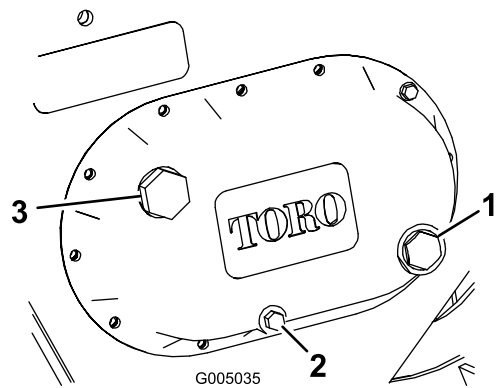

Figura 14
3. Compruebe la mirilla de vidrio transparente situada en el costado de la caja de engranajes (Figura 14).
4. Si el nivel del lubricante para engranajes es bajo, retire el tapón de llenado (Figura 14) y llene la caja con lubricante para engranajes hasta que llegue al punto rojo de la mirilla.
4. Retire el tapón de vaciado (Figura 14), dejando que el aceite se drene al recipiente.
6. Retire el tapón de llenado (Figura 14) y llene la caja con lubricante para engranajes hasta que llegue al punto rojo de la mirilla.